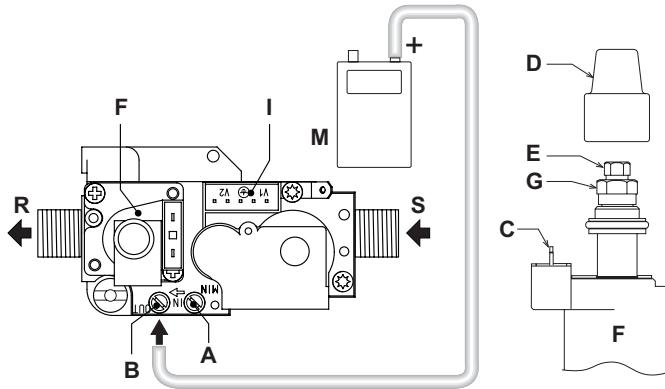

рис. 20 - Газовый клапан
- Стравите воздух из газовых труб через отверстие для замера давления на газовом клапане (поз. A - рис. 20).